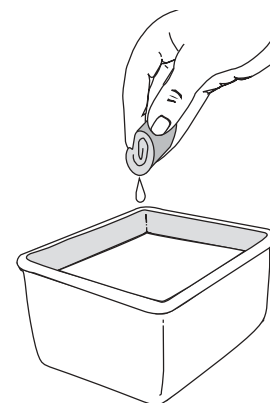

Fig. 19
3. Lave el filtro con agua y detergente (Fig. 19). Enjuague bien el filtro. Escorra el exceso de agua. Déjelo secar por completo.